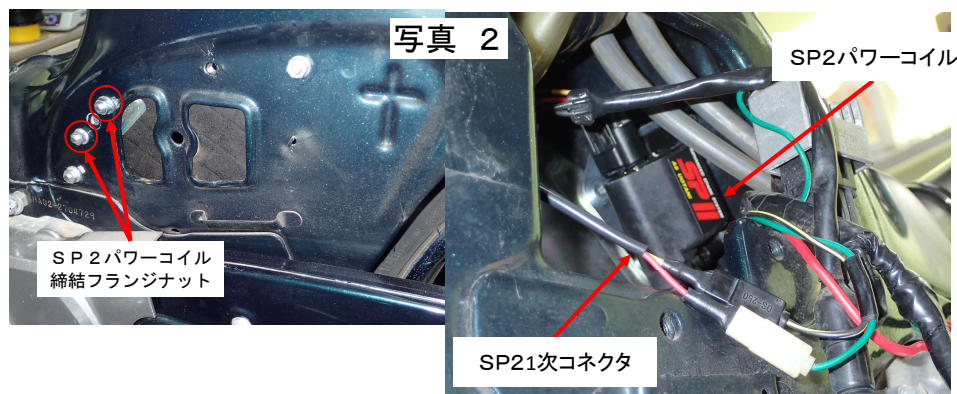

図1配線図
- 4、1次コネクタハーネスに車体に合った端子を接続する。（図1配線図参照）
- 7、1次コネクタハーネスと車体ハーネスを接続する。（図1配線図参照）